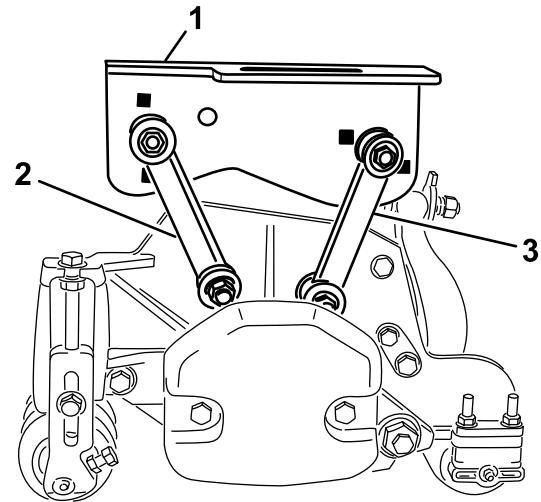

Figura 17
- Fissate i tiranti di montaggio anteriori nei fori del telaio portante centrale con un bullone ( $\frac{3}{8}$ " x  $2\frac{1}{4}$ "), 2 rondelle piene e un dado di bloccaggio, come mostrato in Figura 17. Posizionate una rondella su ogni lato del tirante durante il montaggio. Serrate i fermi a  $42\text{ N}\cdot\text{m}$ .
- Fissate i tiranti di montaggio posteriori nei fori del telaio portante centrale con un bullone ( $\frac{3}{8}$ " x  $2\frac{1}{4}$ "), 2 rondelle piene e un dado di bloccaggio, come mostrato in Figura 17. Posizionate una rondella su ogni lato del tirante durante il montaggio. Serrate i fermi a  $42\text{ N}\cdot\text{m}$ .